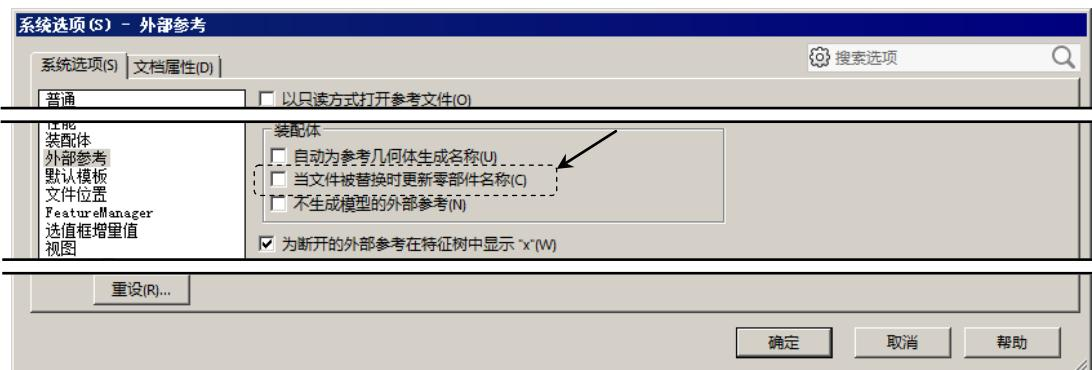

图 7.9.2 “系统选项 (S) - 外部参考”对话框
(1) 选择下拉菜单 **工具(T)** → **选项(O)...** 命令，系统弹出“系统选项”对话框。
(2) 在“系统选项”对话框的 **外部参考(S)** 选项卡左侧的列表框中单击 **外部参考** 选项，如图 7.9.2 所示。